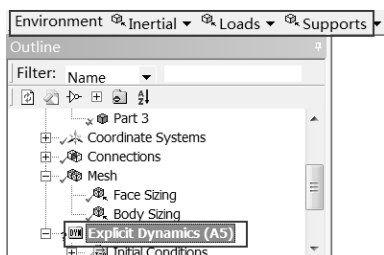

图 11-53 Environment 工具栏
Step1：选择 Mechanical 界面左侧 Outline（分析树）中的 Explicit Dynamics（A5）选项，此时会出现如图 11-53 所示的 Environment 工具栏。